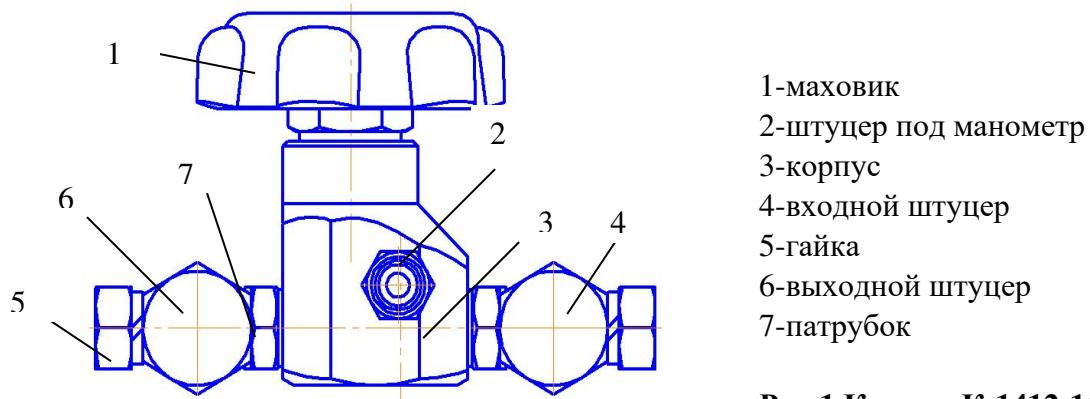

Рис.1 Клапан К-1412-16 DN8
4.1 Внешний вид клапана К-1412-16 DN8 показан на рис.1.